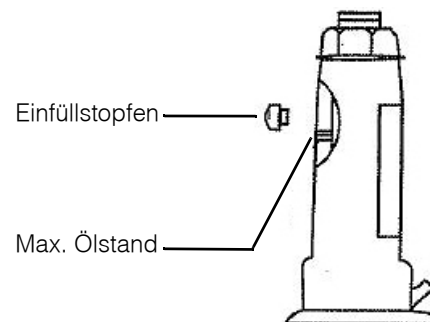

Abb. 7: Hydrauliköl nachfüllen
Schritt 4: Füllen Sie hochwertiges Hydrauliköl bis an den unteren Rand der Einfüllöffnung in den Zylinder. (siehe Abb. 7)